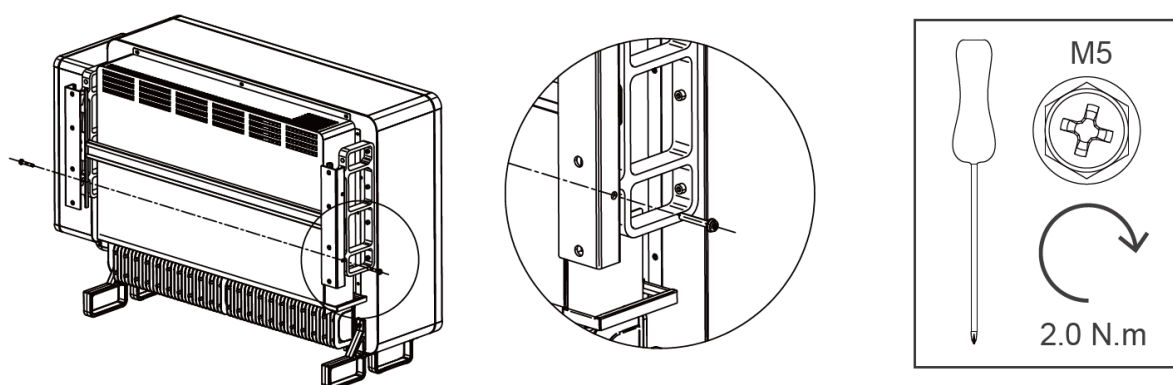

Figura 11 - Encaixe do inversor no Suporte
Passo 2: Encaixe o inversor no suporte, posicionando-o de cima para baixo até que encaixe corretamente junto ao suporte e aperte o parafuso para travá-lo (vide figura 11). Força de aperto (Torque) aplicada de 2,0 Nm.